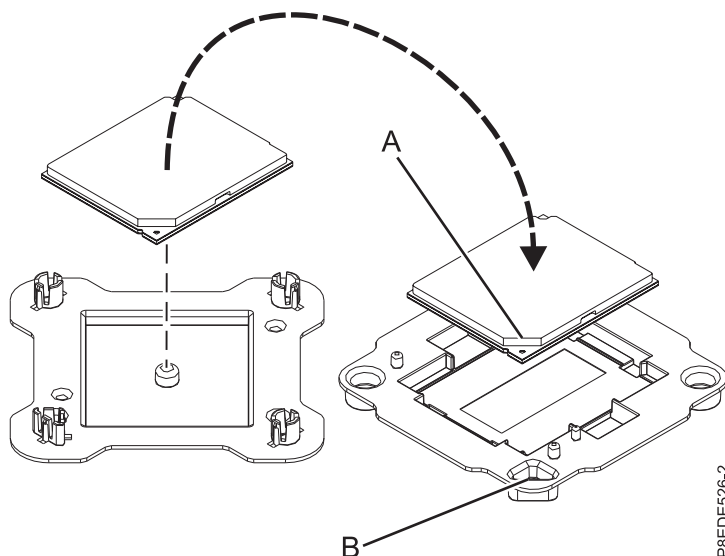

Figura 19. Colocando o módulo de processador do sistema na embalagem
10. Pressione levemente o módulo de processador do sistema que você substituiu pelas bordas e levante-o para fora da tampa da embalagem. Alinhe o canto chanfrado do módulo (A) ao canto da embalagem com triângulo (B) e coloque-o na embalagem, conforme mostrado na Figura 19. Feche a tampa da embalagem.